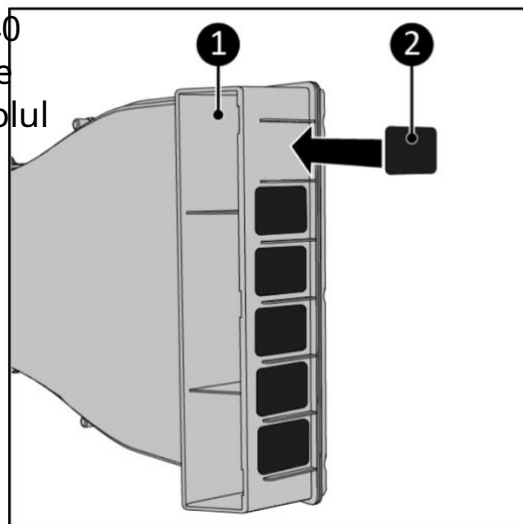

Figura 2.
3. Lipiți șase spume antiderapante de 30 x 40 mm (Figura 2, articolul 2) în șase locuri pe partea din față a prizei(15)(Figura 2, articolul 1).